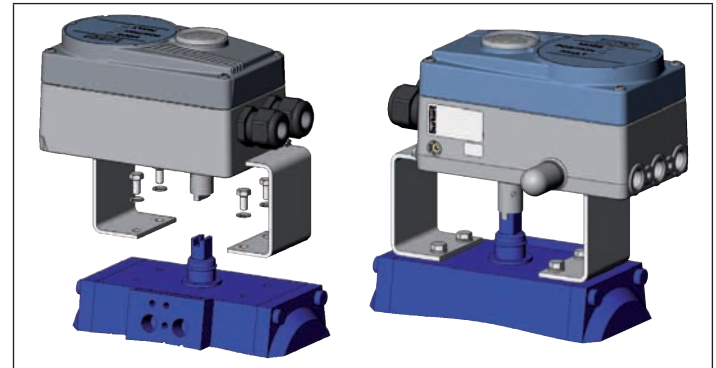

Bild 14: Schwenkantriebsbefestigung
- Positioner mit Montagebrücke auf den Schwenkantrieb aufsetzen und befestigen (siehe „Bild 14“)